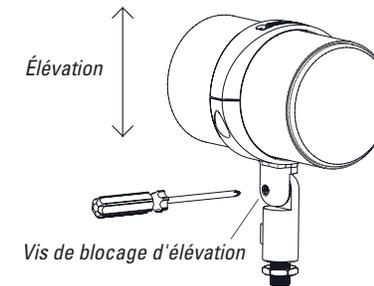

Figure 9
5. Utilisez un tournevis Philips (non fourni) pour dévisser la vis de verrouillage d'élévation (voir la figure 9), orientez l'enceinte vers l'angle d'élévation désiré et serrez la vis de blocage à la main. **NE SERREZ PAS EXCESSIVEMENT.**